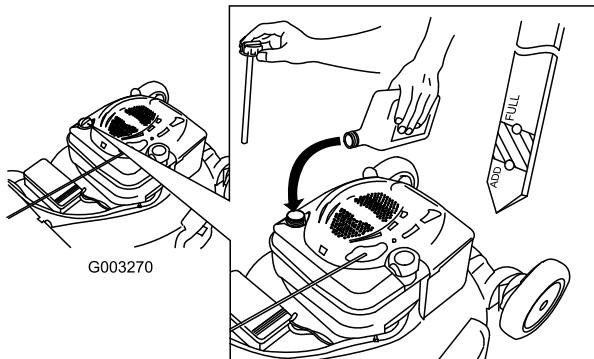

Figura 6
5. Retire la varilla y compruebe el nivel de aceite en la varilla; consulte Figura 6.
- Si el nivel de aceite es demasiado bajo, añada una pequeña cantidad de aceite lentamente por el tubo de llenado y repita los pasos 3 a 5 hasta que el nivel del aceite sea correcto, según se muestra en Figura 6.
2. Retire la varilla (Figura 6) y vierta aproximadamente tres cuartas partes de la capacidad total del cárter por el tubo de llenado de aceite.